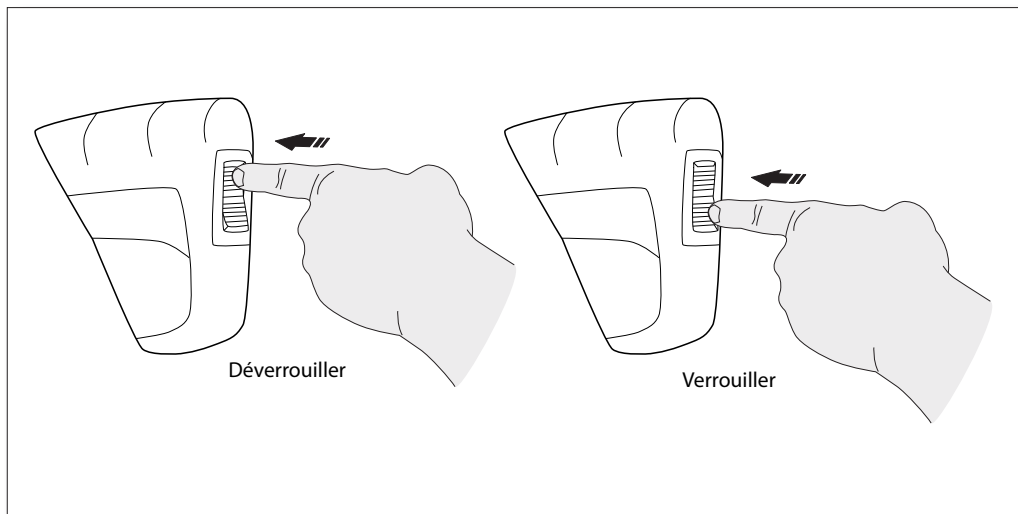

Fig. 7
- Pour verrouiller la gâchette du pistolet, pointez le pistolet loin de vous et poussez le bouton de verrouillage vers l'avant du pistolet (Fig. 7). Après l'avoir fait, pressez ou appuyez sur la gâchette pour vous assurer qu'elle est verrouillée et qu'elle ne bougera pas. Laissez toujours le bouton de verrouillage en position « verrouillée » lorsque l'appareil n'est pas en fonction. Cela garantit que le pistolet est en mode « sécuritaire » jusqu'à ce qu'il soit utilisé.